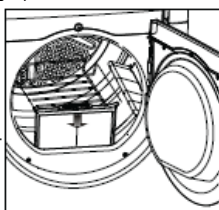

Fig.4
6. Insérez le filtre à charpie de sorte qu'il soit au même niveau que le rebord du tambour. (Fig.4)